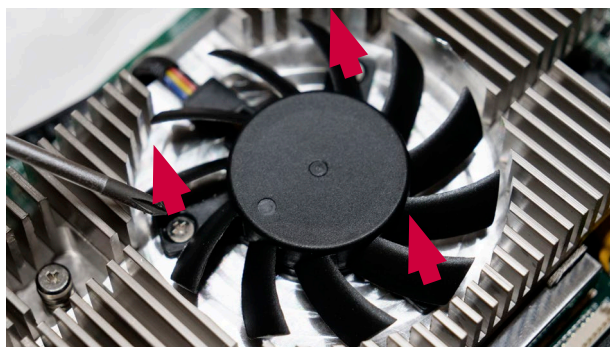

Figura 24 Remover os parafusos do ventilador
b) Desaperte os três parafusos que seguram o ventilador no lugar (Figura 24)
- f) **Insira e aperte os três parafusos (força máx. de 0,3 Nm) que seguram o ventilador no lugar (ver a Figura 24)**